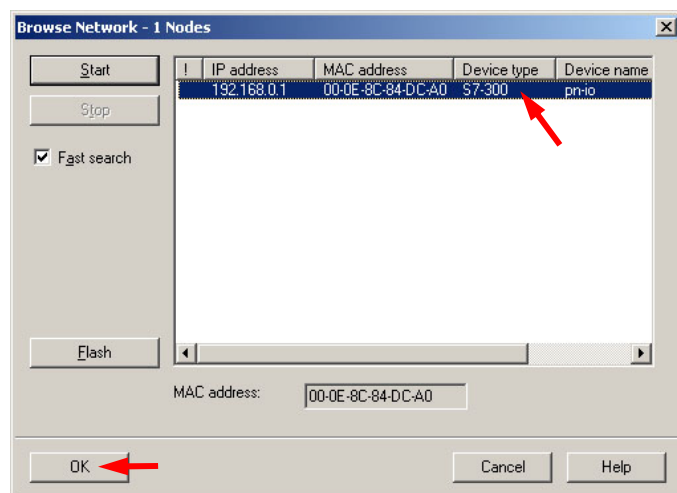

图 4-6 网络浏览
2. 网络浏览后显示下面的对话框，选择 CPU 并按“OK”键接受（图 4-6）。